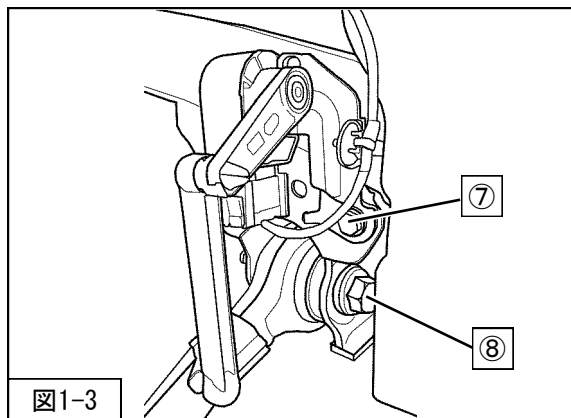

図1-3
5. ⑦ハイトコントロールセンサ取付ボルトを取外してください。（図1-3）
6. ブッシュ反力を無くす為、⑧フロントサスペンションASSYロアアーム取付ボルト・ナットを緩めてください。（図1-3）